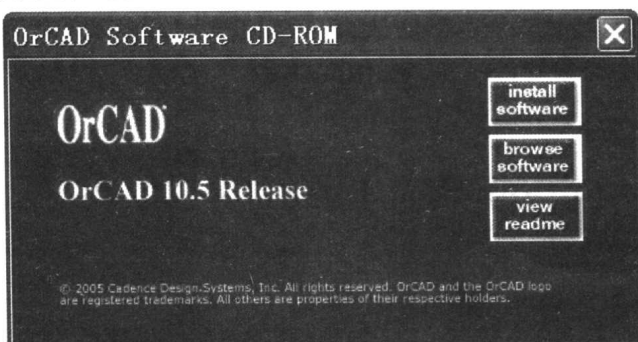

图 1-1a 自动播放
1) 插入 OrCAD 10.5 Release 光盘, 进行自动播放, 出现如图 1-1a 所示图像, 按下【Install software】进入自动安装过程。